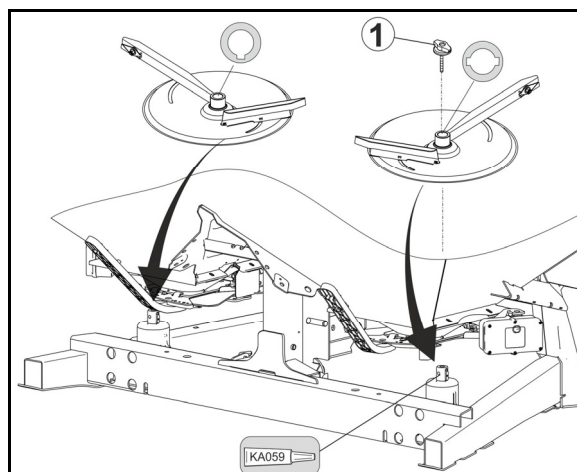

Рис. 52
1. Открутите барашковую гайку (Рис. 52/1).